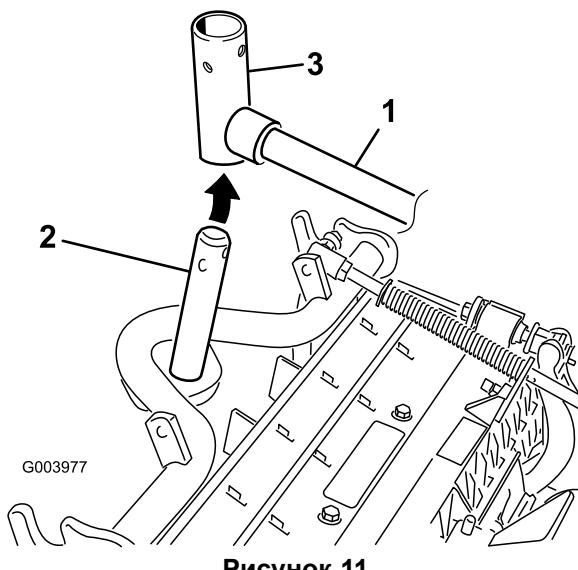

Рисунок 11
8. В случае передних режущих блоков передвиньте режущий блок под подъемным рычагом, одновременно вставляя вал несущей рамы вверх в вилку оси поворота подъемного рычага (Рисунок 11).
- B. Вставьте вилку подъемного рычага в вал несущей рамы (Рисунок 11).